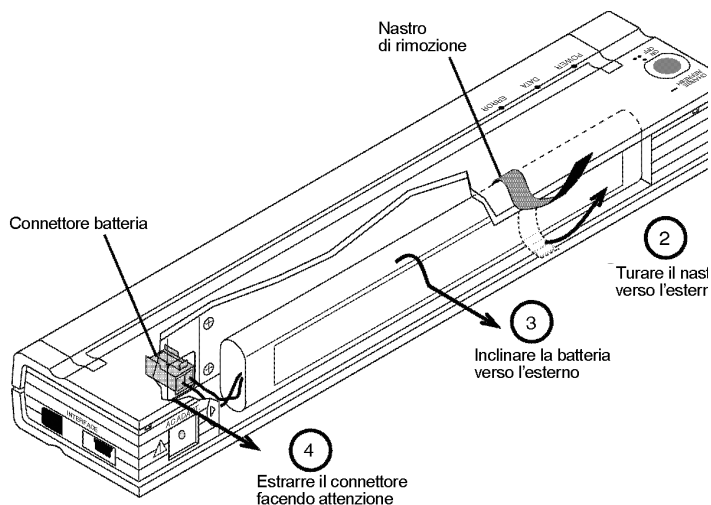

Figura 13. Istruzioni sulla rimozione della batteria
2. Tirare il nastro per la rimozione della batteria verso l'esterno come indicato alla Figura 13 fino a quando la batteria inizia a uscire di sbieco dall'alloggiamento.